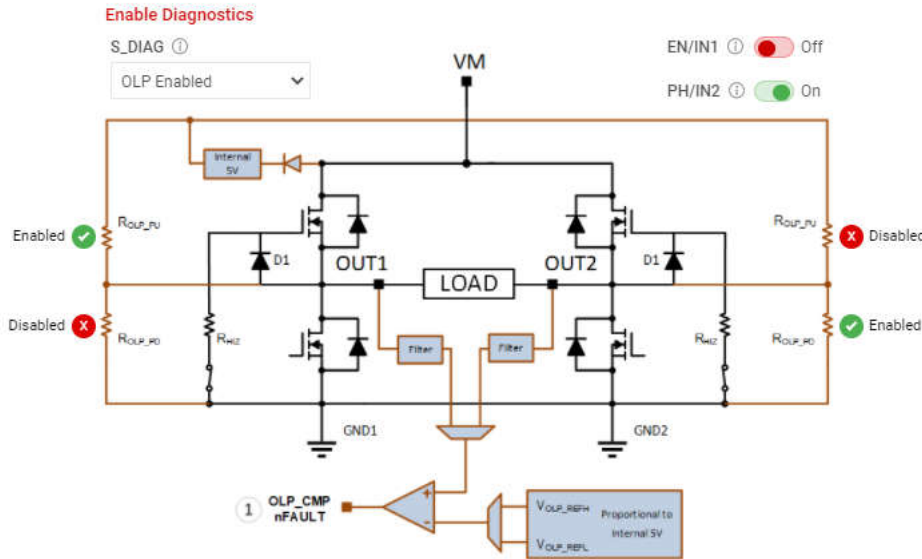

图 4-8. 无源诊断弹出窗口
- 无源/有源诊断：SPI 型号具有无源和有源诊断功能。无源诊断也称为离线无源 (OLP) 诊断，仅在启用驱动器为禁用状态 (关闭状态) 时才可使用。OLP 将显示在单独的弹出窗口中，如 图 4-8 所示。此窗口中展示了器件数据表中的一个代表性表格，旨在提供执行无源诊断的指导。该表的每一行都包含以下几项的特定组合：用户输入选择、相应 OLP 设置以及 nFAULT 引脚上 OLP_CMP 比较器输出的负载状态推断。有关更多详细信息，请参见器件数据表。可以使用 SPI 器件的 GUI 进行所需的 S_DIAG 选择。对于硬件器件，启用无源诊断之前，必须在唤醒为“睡眠”状态时完成所需的 DIAG 跳线设置。在 nSLEEP 和 DRVOFF 输入为逻辑 1 时观察无源诊断。可以使用 GUI 中的开关来选择 EN/IN1 和 PH/IN2 的输入。由于 EVM 硬件和 GUI 应用程序之间的延迟，上拉、下拉电阻和 OLP_CMP 输出状态可能需要几秒钟的时间才能更新。